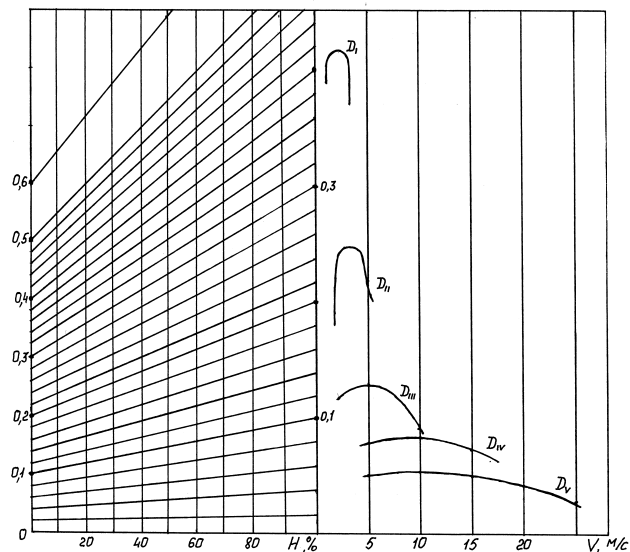

Рисунок 1. Динамическая характеристика с номограммой нагрузок
1. Автомобиль, полная масса которого 8,5 т, движется равномерно с грузом 3 т на подъем со скоростью 10 м/с на 5-й передаче. Используя динамическую характеристику с номограммой нагрузок (рис.1) определить мощности, расходуемые на дорожное сопротивление и подъем, если грузоподъемность автомобиля 5 т, коэффициент сопротивления качению 0,02.